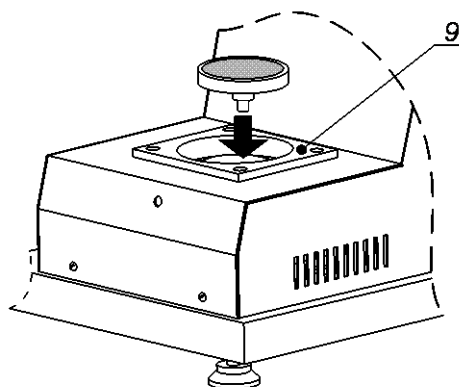

Рисунок 8
- 4.4.3.8 В направляющее отверстие термостата 9 установите чашечку с поршнем (см. рисунок 8, страница 9).